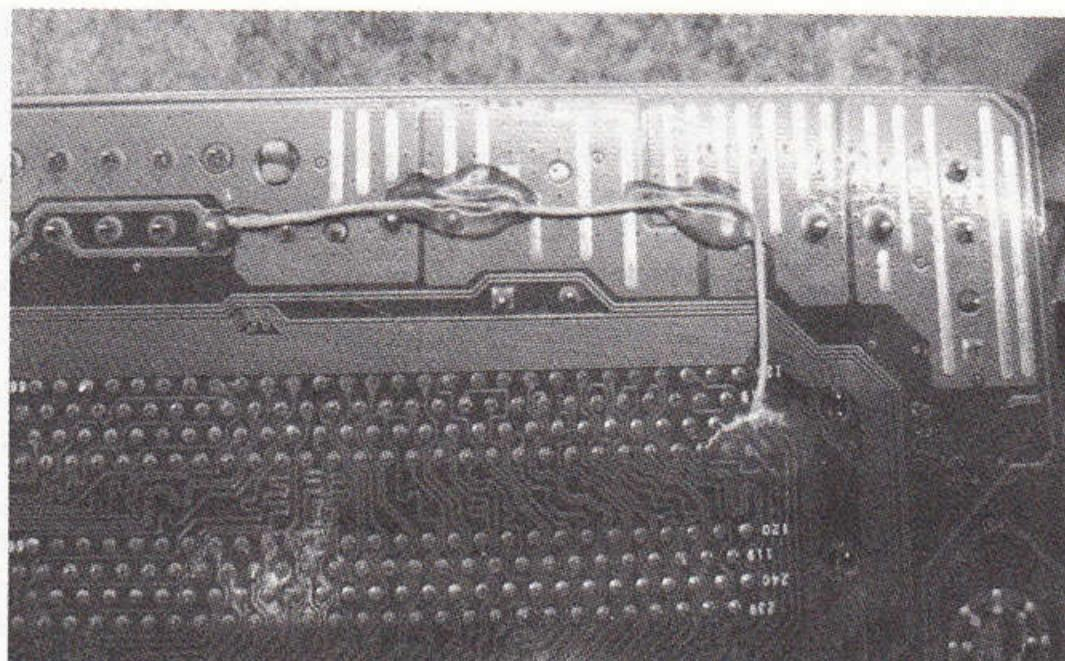

图 5-80 飞线效果图
**维修过程：**考虑到将内存槽取下补线的操作难度比较大，且没有必要，于是直接从 PCB 底部飞线了。飞线时最好走直线，且需要用热熔胶固定，如图 5-80 所示。